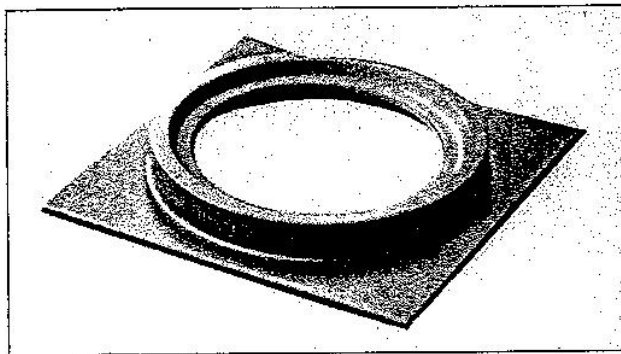

Fig. 26 Bæreplate av støpegods.
A. Dersom pipa allerede er frosset i stykker, må den delen som er ødelagt rives og ny må mures opp. Dette kan enkelt og effektivt utføres med en bæreplate av støpegods (se fig. 26) og LECA pipe.